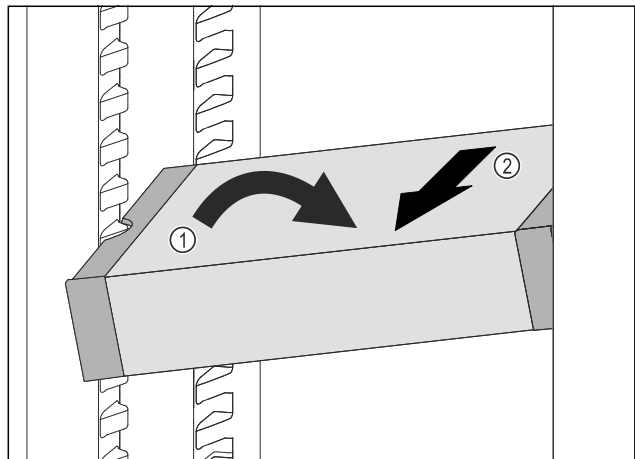

Fig. 94
- ▶ Állítsa ferde helyzetbe a VarioSafe-fiókot a hűtőrészben. Fig. 94 (1)
- ▶ Előrefelé vegye ki a VarioSafe-fiókot. Fig. 94 (2)